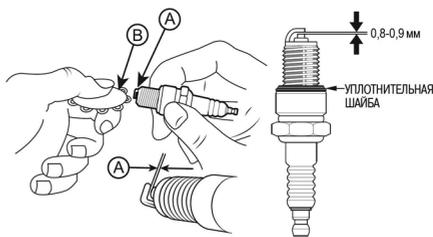

Рис. 52 Проверка зазора между
4. Измерьте специальным щупом зазор между электродами каждой свечи зажигания. При необходимости, установите требуемые зазоры 0,8-0,9 мм (Рис. 52).